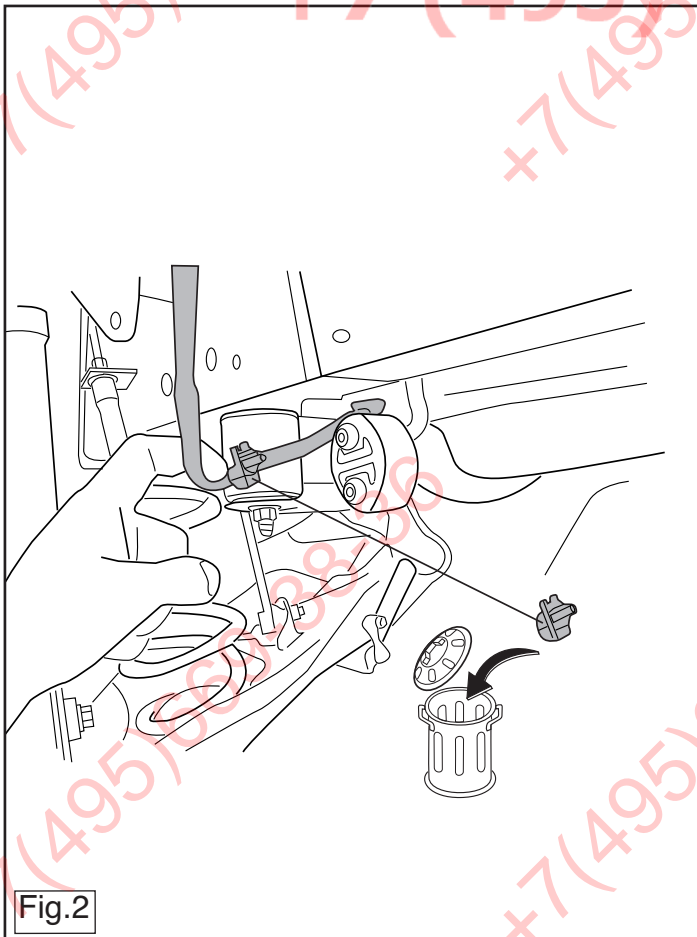

Fig.2
2. Disconnect the PDC's wiring. See figure 2
2. Die Verdrahtung des PDC losmachen. Siehe Abbildung 2
2. Détacher le câblage du PDC. Voir la figure 2.
2. Løsn PDC-ledningerne. Se fig. 2